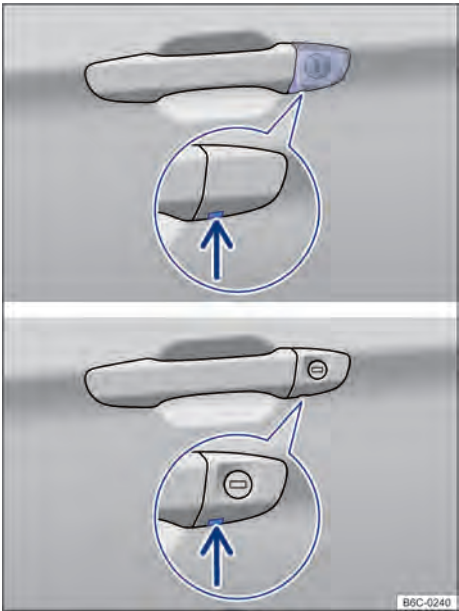

Fig. 55 Maçaneta da porta do condutor: cilindro da fechadura.
- Inserir a haste da chave por baixo na abertura da capa de cobertura → Fig. 55 (seta).